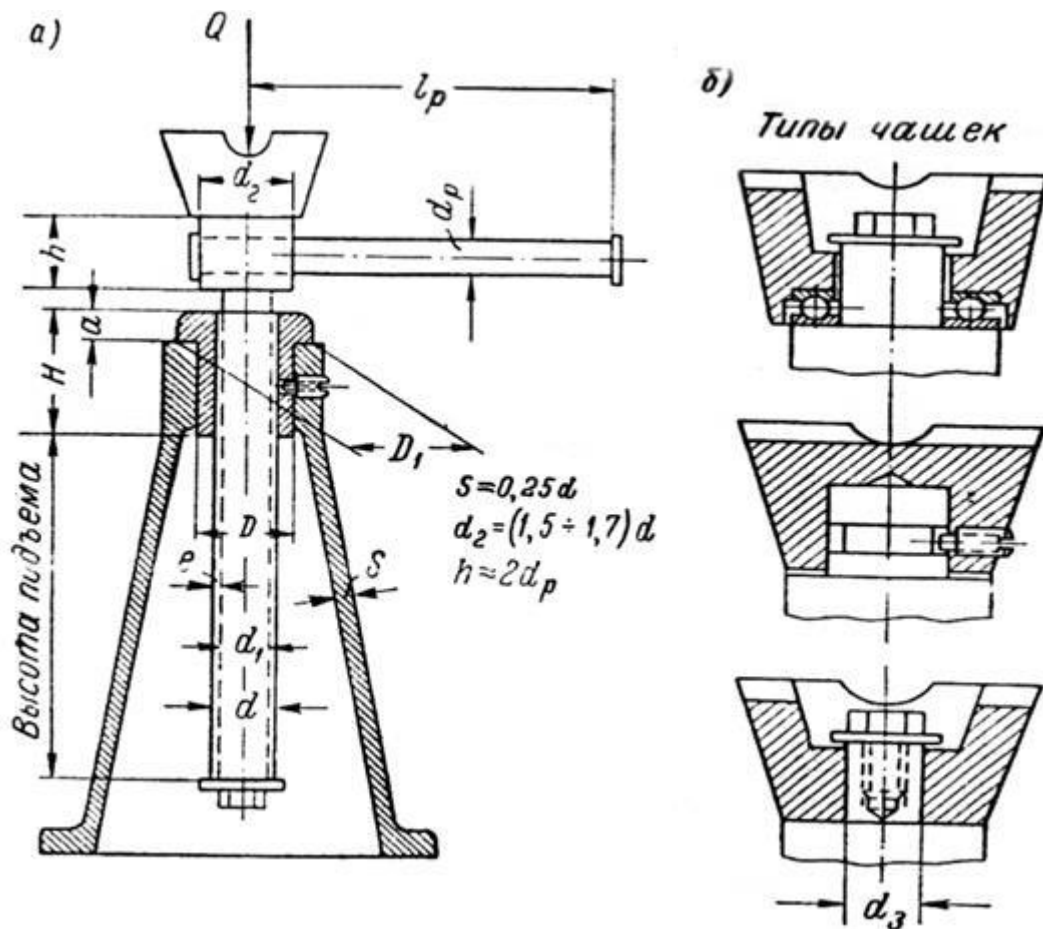

Рис. 22. Винтовой домкрат
**Пример 2.** Рассчитать винт и гайку домкрата (рис.22) грузоподъемностью  $Q=1 \cdot 10^3$  Н с высотой подъема  $l_0 = 0,5$  м.